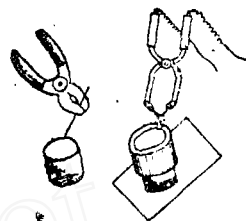

图 2 示意图
2. 操作方法：将已镶嵌好的钻头摆正，硼砂和铁条准备好。把炭精棒联结电弧钳子的端环上，控制一定角度，使火力集中。启动电焊机，操作者带好面具，活动电弧钳把，使二碳精棒接触，通电后迅速移开，即可形成电弧，将电弧移近合金片镶焊处，但碳精棒不能和合金或钻头接触，并稍移动电弧(7~10秒)使热能传开。见合金刚发红，立即把已粘好硼砂的铜条送入，熔烧10秒左右，最后同时将铜条和电弧移开，依此顺序进行。工具联结和操作过程见图2。